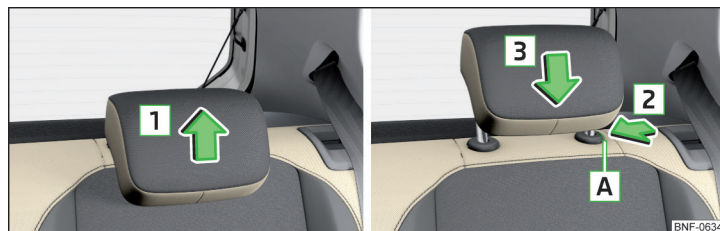

Fig. 55 Indstilling af højden på hovedstøtten bagi
- Tag fat i støtten, og skub den **opad** i pilens retning **1** » Fig. 55.